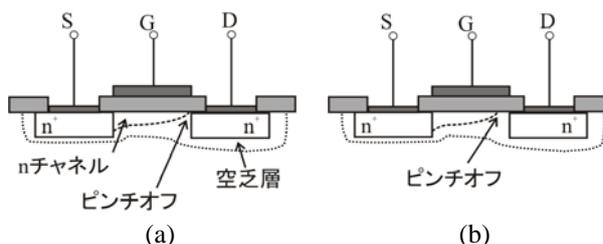

Fig.4 ピンチオフ状態
- ・ $V_{DS}$  を増加していくとドレイン側から空乏層が広がり(pn 接合の逆バイアスのため)、チャンネルが狭くなりピンチオフとなる(Fig.4(a))。
- ・ $V_{DS}$  をさらに増加すると、ピンチオフがソース側に広がり、電圧は空乏層にのみ掛かるため  $I_D$  は飽和する(Fig.4(b))。